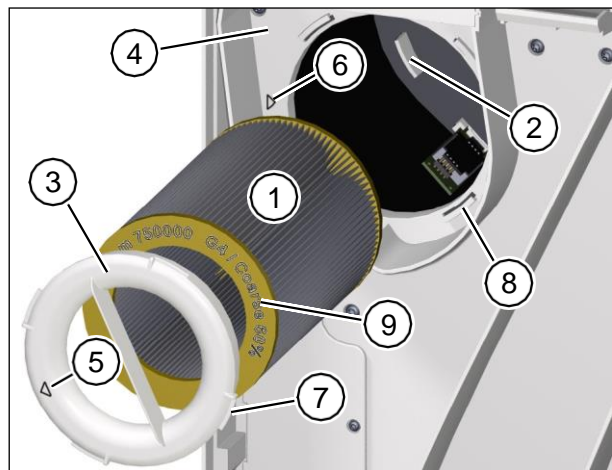

Рис. 22: Встановлення нового фільтра витяжного повітря
- ▶ Обережно встановіть новий фільтр витяжного повітря (пункт 1 на Рис. 22) у вентиляційну установку.
- ▶ Перевірте, щоб повітряний фільтр став на 3 пази кріплення (пункт 2 на Рис. 22) на задній стінці вентиляційної установки.
- ▶ Встановіть кільце фільтра (пункт 3 на Рис. 22) на фільтр витяжного повітря. Перевірте, щоб кільце фільтра щільно прилягало до проміжної пластини (пункт 4 на Рис. 22).
- ▶ Поверніть кільце фільтра за годинниковою стрілкою (пункт 5 на Рис. 22) доки стрілка на кільці фільтра не вирівняється зі стрілкою закритого положення (пункт 6 на Рис. 22). Перевірте, щоб 4 кріплення (пункт 7 на Рис. 22) кільця фільтра стали в пази (пункт 8 на Рис. 22) проміжної пластини.
Маркування каталог № та клас повітряного фільтра нанесено на жовтій стороні повітряного фільтра (пункт 9 на Рис. 22).